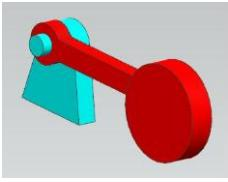

Рис.18
- Итак, речь идет о резиновых втулках, которые участвуют в соединении жестких стержней. Например, представьте себе, что шпенёк голубого основания на рис.18 сделан из резины. В этом случае колебания красного металлического маятника под действием собственного веса приведут к его довольно сложным перемещениям.
- Вы можете выполнить соответствующий пример (рис.18, 19). Все необходимые компоненты находятся в директории учебных заданий – *Prim_Rez_Vtulka*.